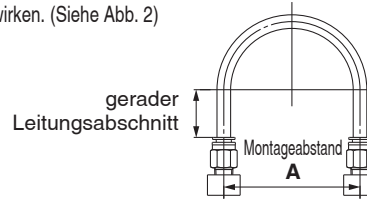

Abb. 1 Empfohlene Leistungsverlegung
Andernfalls können Beschädigungen oder Druckluftleckagen auftreten. Verwenden Sie für den Leitungsanschluss einen ausreichend langen Schlauch. Beachten Sie dabei die empfohlenen Hinweise für die Leitungsverlegung, die in Abb. 1 auf Seite 14 beschrieben sind. Wenn Sie die Leitungen mit einem Kabelbinder usw. zusammenbinden, achten Sie darauf, dass keine externe Kraft auf die Leitungen einwirkt. (Siehe Abb. 2 auf Seite 14.)
1. Achten Sie beim Anschluss der Leitung an die Steckverbindungen, dass der Schlauch ausreichend lang ist und locker verlegt wird. Beachten Sie dabei die empfohlenen Bedingungen für die Leistungsverlegung in Abb. 1.